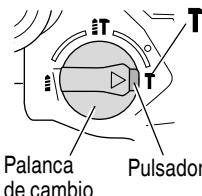

Fig. 19
Este martillo perforador puede establecerse en el modo de golpeteo solamente presionando el pulsador y girando la palanca de cambio hasta la marca **T** (Fig. 19).
- (3) Girar la palanca de cambio hasta la marca **T** (Fig. 19). A continuación, se bloquea la punta rompedora o el cortafriós.